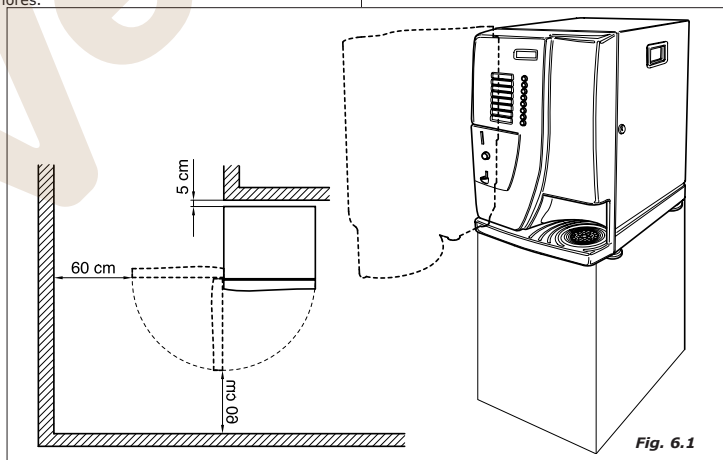

Fig. 6.1
- Instalar cerca de la pared, con una distancia mínima de 5 cm. (Fig.6.1), para permitir la ventilación. En ningún caso cubrir el distribuidor con un trapo o similar.
En caso de instalar la máquina cerca de una salida de emergencia, asegurarse de que con el distribuidor abierto haya espacio suficiente para el paso (Fig.6.1).